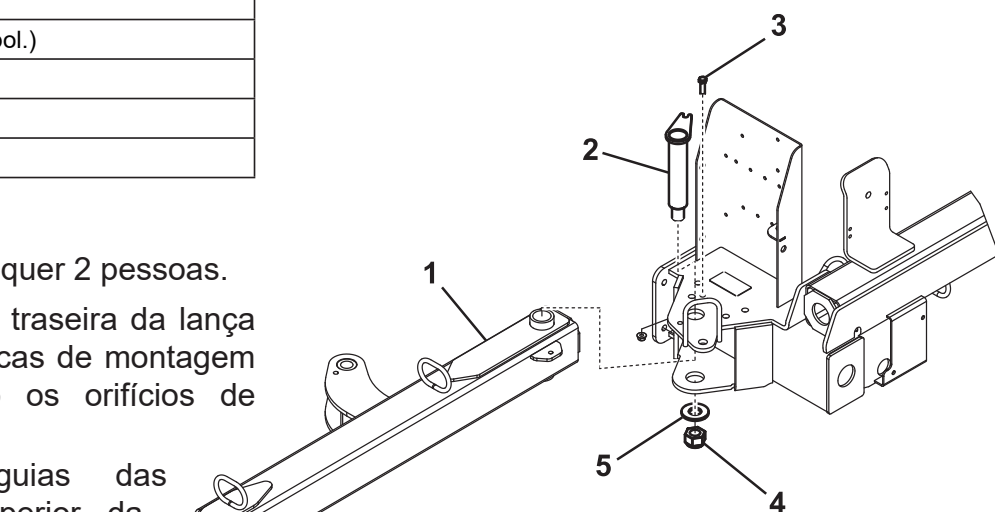

Figura 5
3. Corte as braçadeiras de cabos que seguram a aba do atuador traseiro na parte superior da lança. Monte a aba do atuador traseiro no chassis da máquina com 4 parafusos (1/2 x 2 pol.), 8 anilhas planas (0,531 x 0,063 pol.) e 4 contraporcas (1/2 pol.). Posicione os componentes conforme ilustrado na figura 5. (Mova a Figura 5 para o passo dois.)
1. Introduza a extremidade traseira da lança de reboque entre as placas de montagem da máquina, alinhando os orifícios de montagem (**Figura 5**).
2. Insira o pino de reboque através das placas de montagem e da lança de reboque (**Figura 5**).
3. Fixe a parte superior do pino de reboque à placa de montagem com um parafuso (3/8 x 1-1/4 pol.) e uma contraporca (3/8 pol.), conforme ilustrado na **Figura 5**.
4. Fixe a parte inferior do pino de reboque com uma anilha grande e uma porca grande (**Figura 5**).